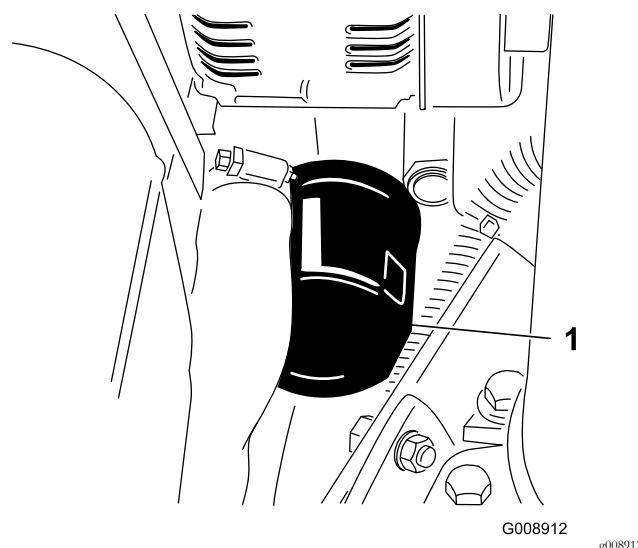

Figure 65
2. Déposez le filtre à huile (Figure 65).